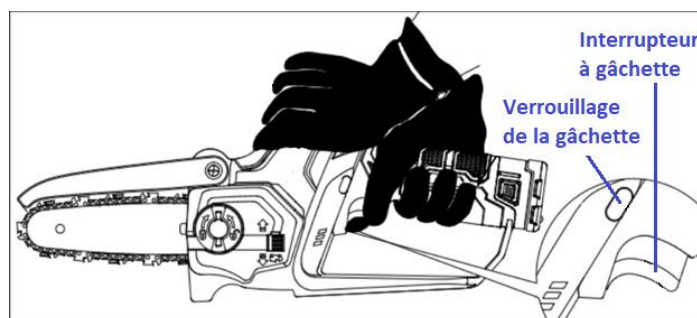

Fig. 9
- Tenez et contrôlez l'outil avec une autre main sur la surface de préhension. Voir la Fig. 9.
- Appuyez et maintenez le verrou de la gâchette (8) avec votre pouce.
- Tirez sur la gâchette (9) pour allumer l'outil.